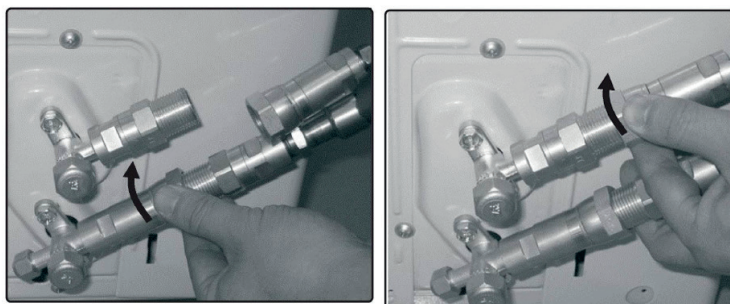

Fig. 6.3
3. Alignez correctement les conduites de frigorigène pour qu'elles soient alignées avec les valves et non tendues. Placez le raccord vissé sur la conduite de frigorigène juste sur le fil sur l'unité extérieure et serrez les quelques premiers fils manuellement, Fig.6.3.